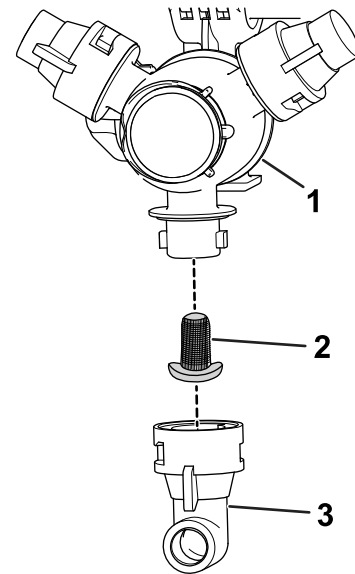

Bild 61
- Nehmen Sie die Düse vom Sprühdrehkreuz ab (Bild 61).
- Entfernen Sie den alten Düsenfilter (Bild 61).
- Setzen Sie den neuen Düsenfilter ein (Bild 61).
- Setzen Sie die Düse auf das Sprühdrehkreuz auf (Bild 61).